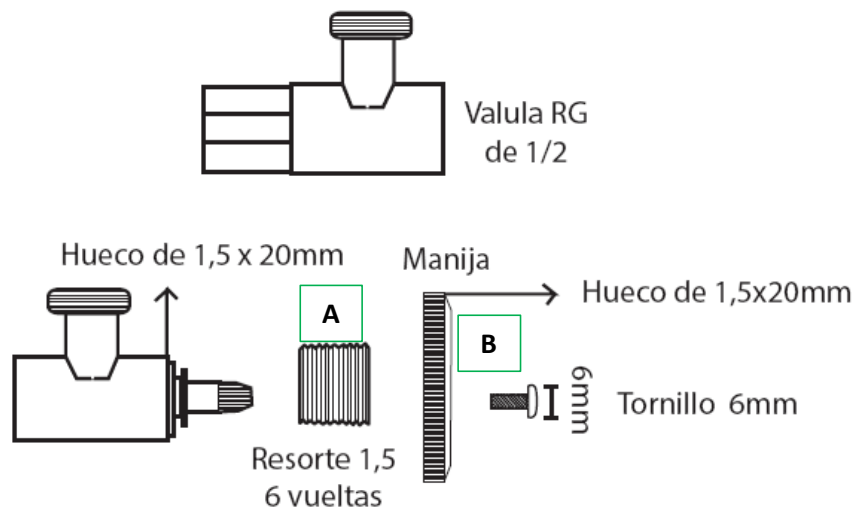

Figura 2: Conjunto de piezas del mecanismo modificado de la válvula
La válvula se ubica entre la manguera de acople del lavamanos y la entrada de agua de modo que, se permite el manejo del flujo del agua. El sistema está conformado por una válvula RG ½ modificada a través de una perforación de 1.5 mm x 5mm en la base de la válvula, a la cual se le introduce un resorte de 1.5 mm de 6 vueltas (A), el cual mueve la manija, devolviéndola, (B) de modo que permanezca cerrada. El mismo resorte se encarga de devolver el conjunto de piezas luego de que se accione el mecanismo (Figura 2).